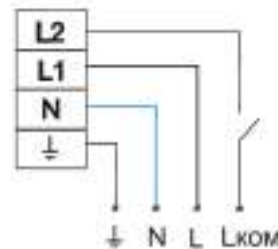

Рис.2
- 3.4 Если предполагается управлять лампой рабочего освещения, то удалите перемычку L1-L2, и присоедините фазовый провод коммутируемой сети к клемме L2 (см. рис.2).